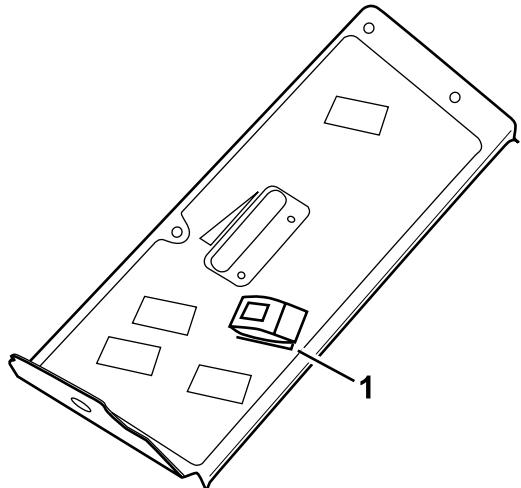

Bild 18
- Mit dem **Warnblinkschalter** schalten Sie die Warnblinkanlage ein oder aus; er funktioniert, wenn die Zündung in der Ein- oder Off-Stellung ist (Bild 18).